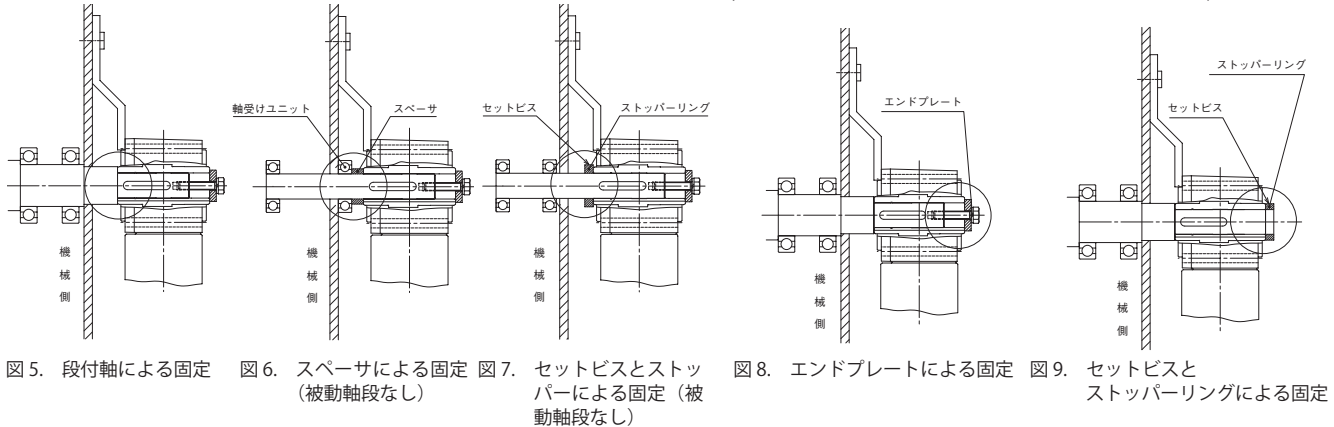

図 5. 段付軸による固定 図 6. スペーサによる固定 図 7. セットビスとストッパによる固定（被動軸段なし） 図 8. エンドプレートによる固定 図 9. セットビスとストッパリングによる固定
- (2) 被動軸へのギヤヘッドの固定…ギヤヘッドを必ず被動軸に固定してください。
a) ギヤヘッドが機械側に動かない固定方法（例 図 5～7）